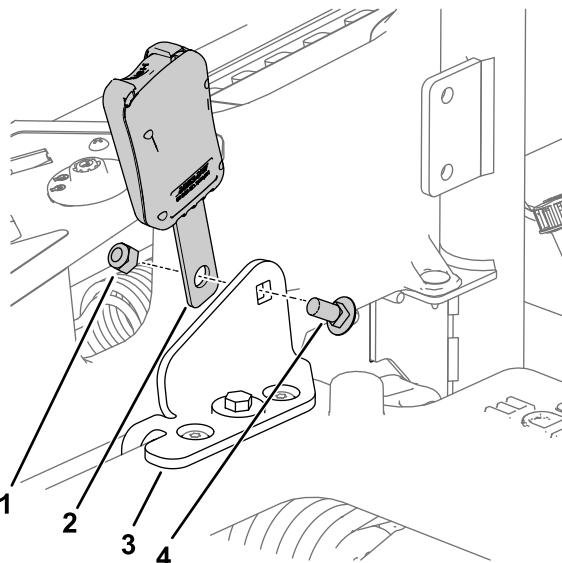

Рисунок 8
2. Установите замок и язычок ремня безопасности в сборе на кронштейны ремня безопасности с помощью 2 каретных болтов (7/16 x 1 дюйм) и 2 контргаек (7/16 дюйма), как показано на Рисунок 8. Повторите эти действия на другой стороне для язычка в сборе.